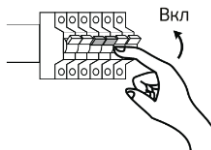

Рисунок 8 - Подключение питающей сети.
- 5.7. Убедитесь в правильности выполнения вышеупомянутых инструкций. Включите питание сети (Рисунок 8).